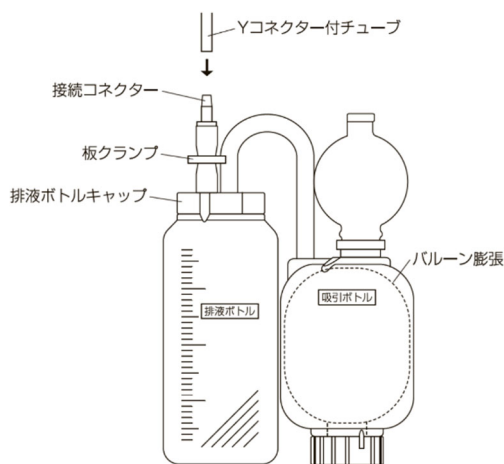

図10
- 8.ウインドドレナージチューブを接続したYコネクター付チューブを排液ボトルの集液ポートの接続コネクターに突き当たりまで差し込む。(図10)